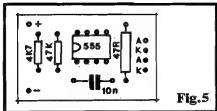

Fig.5
- FIG. 5 - "CHAPEADO" DA MONTAGEM (PLACA "A") - A plaquinha "A" (do transmissor do CRIVELD) é vista pela face não cobreada, com as suas peças principais já posicionadas, todas identificadas pelos seus códigos e valores... Atenção à posição do Integrado 555, com sua extremidade marcada "apontando" para o resistor de 47K... Cuidado, também, para não "trocar as bolas" quanto aos valores dos resistores em função dos lugares que ocupam...